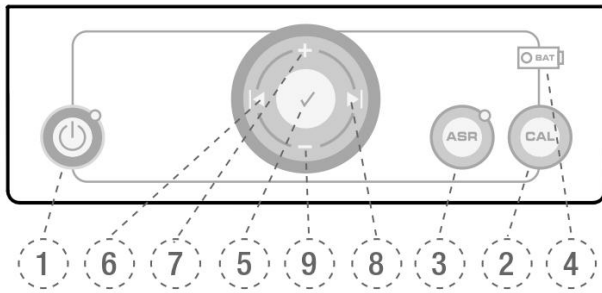

Abb. 4 Tastenfeld
- oder der Mikromotor wird gestartet, indem die Taste **BESTÄTIGEN** ✓ (5), Abb. 4 für 1,5 Sekunden gedrückt wird. Der Mikromotor kann durch Drücken einer beliebigen Taste oder durch Betätigen des Fußschalters wieder gestoppt werden. Um Batteriestrom beim Betrieb mit der Taste **BESTÄTIGEN** ✓ zu sparen, stoppt der Mikromotor automatisch nach 5 Minuten Nichtgebrauch.
Drücken Sie die Taste **AN/AUS**, um das Gerät auszuschalten. Die Batterie-LED (4), Abb. 4 leuchtet nicht, außer die Batterie wird geladen.
Die Kalibrierung **CAL** (2), Abb. 4 des Mikromotors stellt den Drehzahlwert jedes Mal automatisch ein, um die Genauigkeit des Drehmoments zu gewährleisten, wenn der Mikromotor ausgetauscht oder das Winkelstück ausgewechselt, autoklaviert und/oder geschmiert wurde.